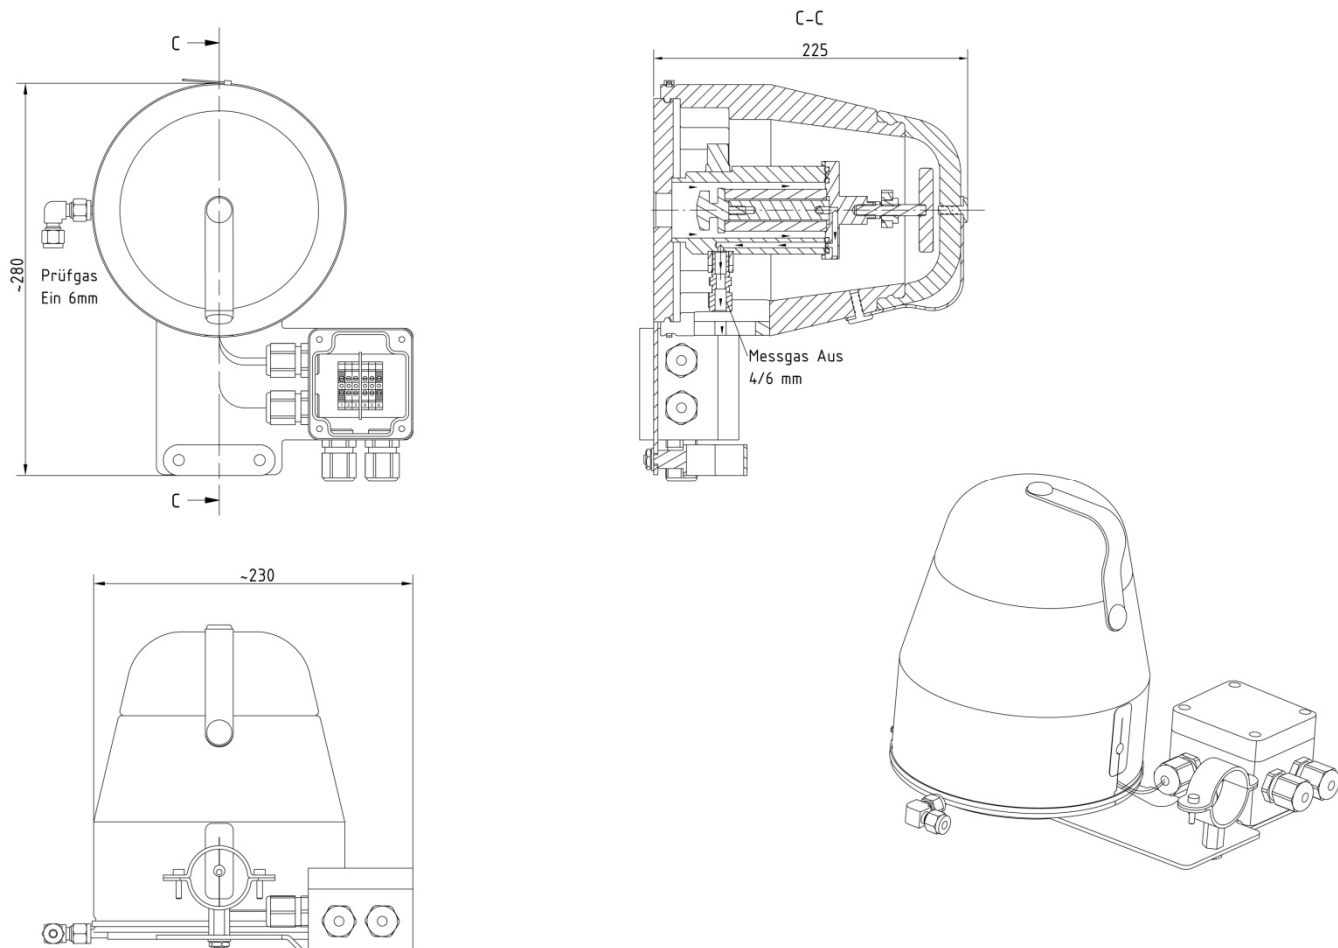

Abbildung 1 Abmessungen und Aufbau der SP180-H-EX1 T*
- Für den Anschluss der Kalibriergasleitung steht eine Rohrverschraubung der Dimension Ø 6 x 1 mm (DN4/6) zur Verfügung (siehe Abbildung 1).